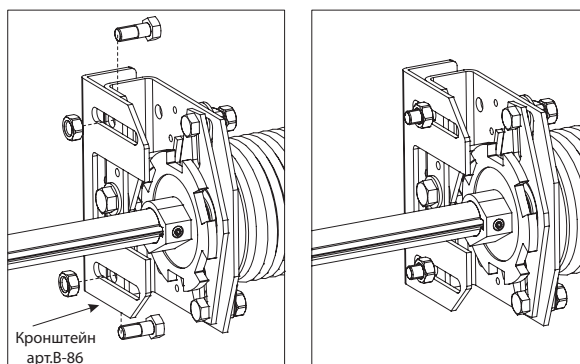

Рис. 21
- При расположении оси вала на расстоянии от стены проема более 86 мм храповые муфты арт.SBD-1 применяются совместно с кронштейном арт.В-86 (рис.21). Для крепления применяются болты М8х25 с гайками.